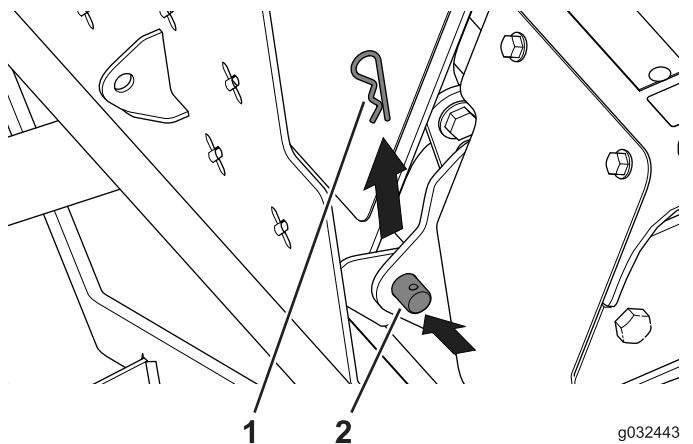

Рисунок 51
3. Снимите 2 игольчатых шплинта с осей поворота, соединяющих платформу оператора с кронштейном оси поворота (Рисунок 51).
4. Вместе с помощником снимите оси поворота и платформу оператора (Рисунок 51).